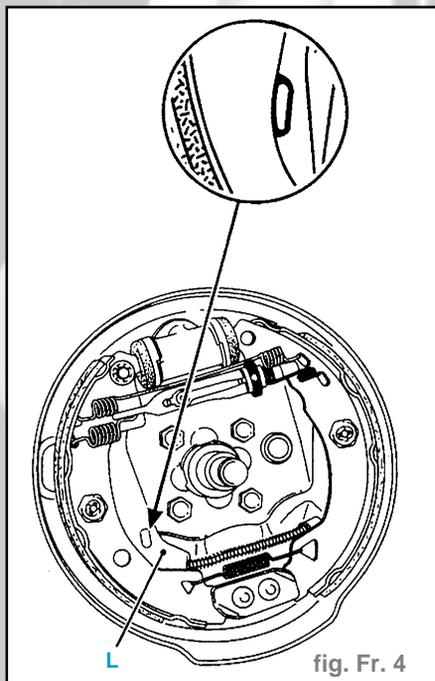

fig. Fr. 4
- de la mise en appui correcte des leviers (L) de frein à main sur les segments (fig. Fr. 4).
- Tendre progressivement les câbles au niveau du réglage central de façon que les leviers (L) décollent entre le 1er et le 2ème cran de la course du levier de commande et restent décollés au 2ème cran.